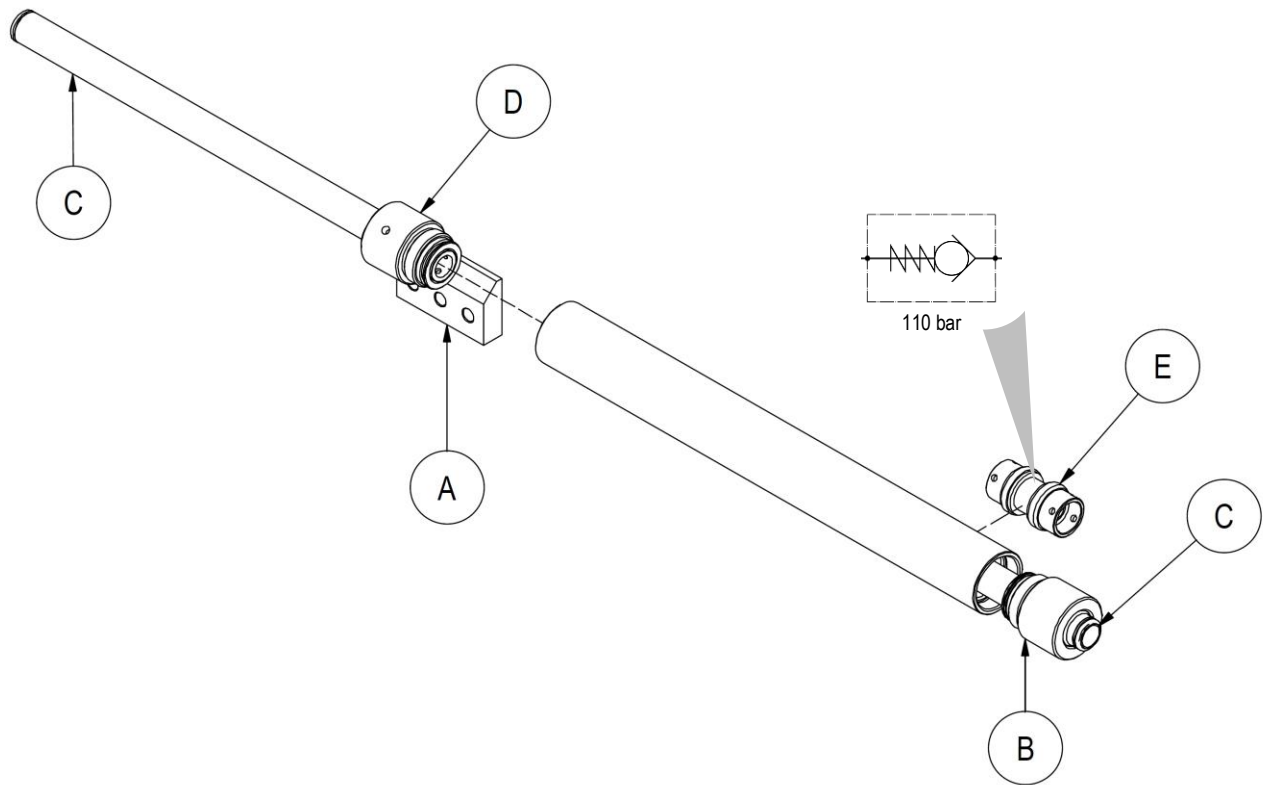

Abbildung 29
1. Klemmen Sie die Platte **A** (siehe *Abbildung 29*) in einen Schraubstock.
2. Schrauben Sie den Zylinderdeckel **B** mittels eines 35-50 mm Hakenschlüssels ab. Ziehen Sie den Deckel vom Ende **C** ab (siehe *Abbildung 29*), um ihn von der Zylinderstange wegzunehmen.
3. Klemmen Sie den Zylinder in einem Schraubstock mit weichen Backen und achten Sie darauf, dass die Zylinderbuchse nicht verformt wird; danach schrauben Sie den Deckel **D** mittels eines 35-50 mm Hakenschlüssels ab. Im Fall von Schwierigkeiten verwenden Sie einen Gummihammer auf der Platte **A** (siehe *Abbildung 29*).
4. Benutzen Sie einen einfachen Schaft, um das innere Ventil **E** herauszudrücken und zu entfernen. Beim späteren Wiederaufbau, bitte auf die Richtung des Ventils achten (siehe *Abbildung 29*).
Beim Ersetzen der inneren Dichtungen der Deckel (Stangendichtungen und Abstreifringe) achten Sie darauf, die entsprechenden Sitze nicht zu beschädigen. Arbeiten Sie vom äußeren Teil (nahe beim Ende C, siehe *Abbildung 29*) mittels eines Schlitzschraubenziehers.
1. Beziehen Sie sich auf die *Abbildung 29*.